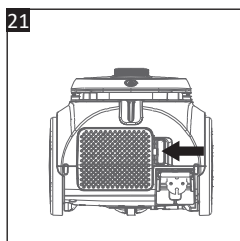

Fig. 21
2. En la parte posterior de la aspiradora, empuje la lengüeta de la tapa de salida de aire (24) hacia la izquierda para desbloquearla y quitarla (**Fig. 21**).